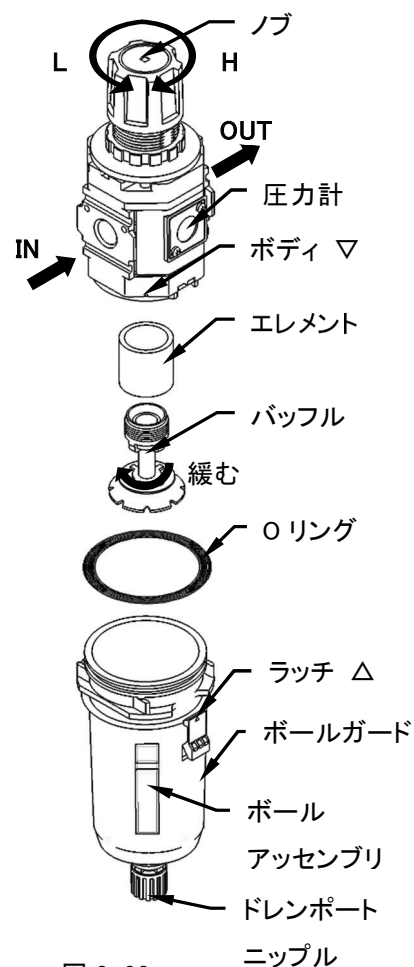

図 8-23
3) メンテナンス (図 8-23)
4) プラスティックボールとELEMENTの取り外し法 (図 8-23)
8. 3. 12 スピコン (図 8-23)